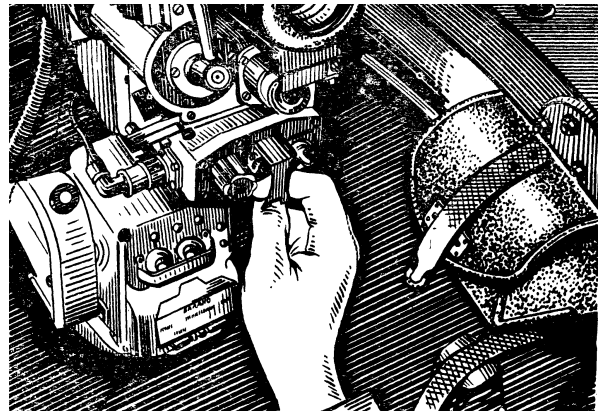

Рис. 61. Вмикання обігріву захисного скла та окуляра прицілу 1ПЗ-3
- у зимових умовах і при запотіванні ввімкнути підігрів захисного скла та очної лінзи окуляра, для чого перевести вимикач «ОБОГРЕВ» у верхнє положення (рис. 61);